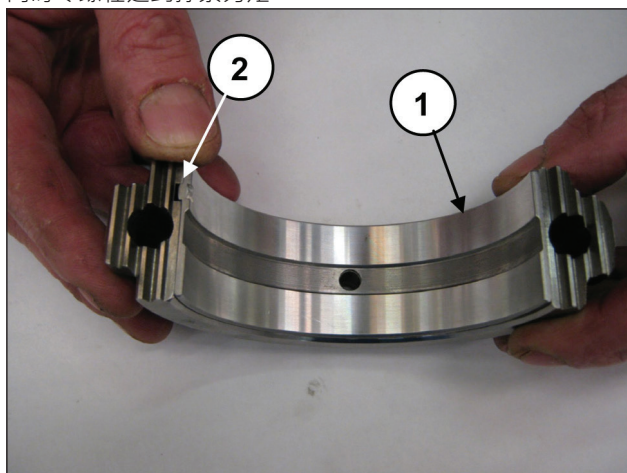

图 69
将下半轴承安装到连杆帽上 (①, 图 69) , 确保半轴承的基准平键定位在连杆帽上的专用底座中 (②, 图 69) 。